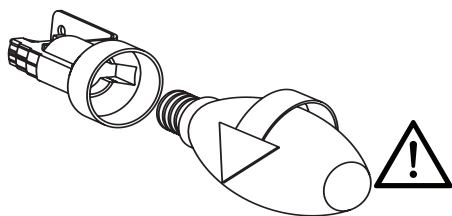

Fig. 11: Substituição das velas
- Remova o filtro do cartucho de alumínio. Remova a lâmpada fundida e substitua-a por uma com o mesmo valor. Fig. 11